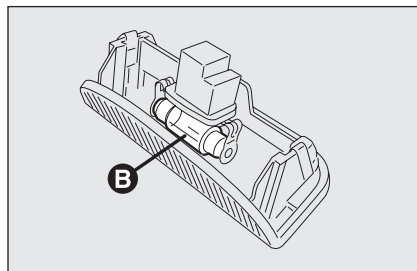

fig. 45
- sostituire la lampada **B-fig. 45** svincolandola dai contatti laterali accertandosi che la nuova lampada risulti correttamente bloccata tra i contatti stessi;